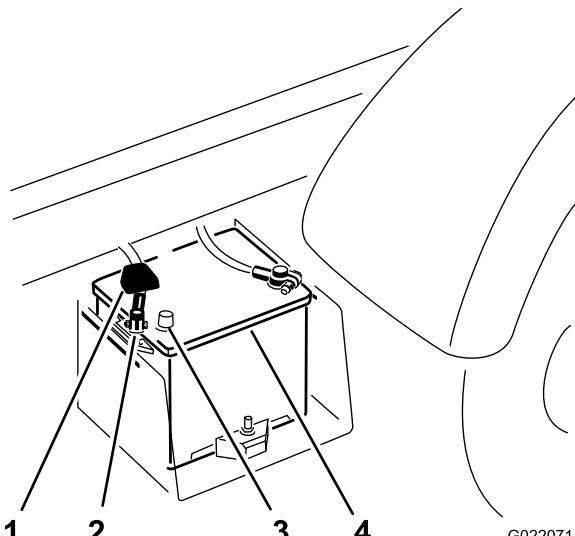

Figura 5
- C. Retire o terminal do cabo positivo da bateria do borne da bateria (Figura 5).